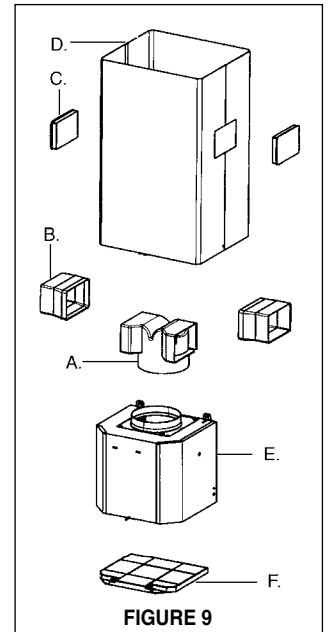

FIGURE 9
Installations sans conduit requièrent le **Kit Pour Conversion Du Conduit (FIGURE 9)**. N'utilisez pas le REGISTRE ROND (N de la FIGURE 1) pour les Installations sans conduit. Jeter le COUVERCLE CHEMINÉE INFÉRIEURE (B de la FIGURE 1) et remplacer avec le couvercle de cheminée inférieure avec trous d'échappement d'air dans le **Kit Pour Conversion Du Conduit (D de la FIGURE 9)**.
Illustré à la FIGURE 9, mettre le DUCTLESS DIVERTER (A) dans l'ouverture d'échappement de la EASY CUBE (E). Mettre le DUCTLESS DIVERTER EXTENSION HORIZONTAL (B) dans le DIVERTER (A).
Pour installations sans conduit, aligner les DUCTLESS DIVERTER EXTENSIONS HORIZONTAL (B de la FIGURE 9) avec les trous d'échappement d'air dans COUVERCLE CHEMINÉE INFÉRIEURE (D de la FIGURE 9) et installer les VENT GRIDS (C de la FIGURE 9).
Pour installations sans conduit, installer le FILTRE AU CHARBON (F de la FIGURE 9).